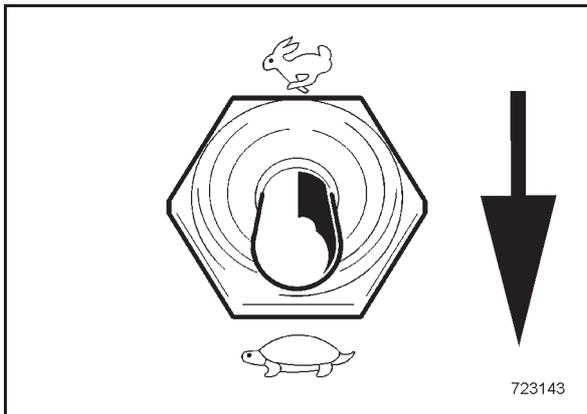

Bild 46
- Kippschalter (Bild 46) auf gewünschte Fahrstufe stellen.